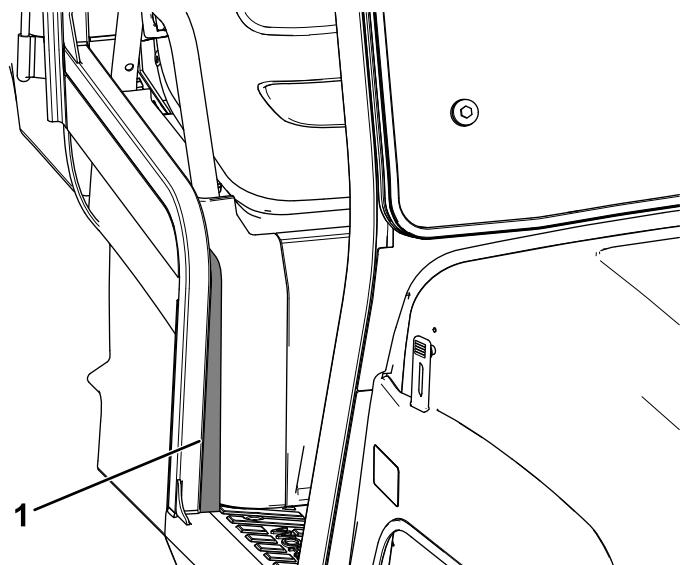

Figura 16
13. Rimuovete il supporto dalla tenuta in schiuma sintetica e attaccate la tenuta al lato sinistro della macchina (Figura 16).